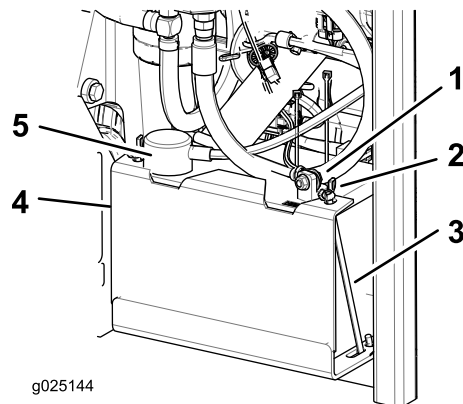

Figura 47
3. Desligue o cabo negativo (preto) da bateria do terminal negativo (–) (preto) da bateria (Figura 47).
4. Deslize a tampa do terminal vermelho para fora do terminal positivo (vermelho) e remova o cabo positivo (+) da bateria (Figura 47).
5. Retire as porcas de orelhas que fixam os ganchos em J (Figura 47).
6. Retire o grampo (Figura 47).
1. Posicione a bateria na base com os pólos terminais no lado oposto do depósito hidráulico (Figura 47).
4. Prenda os cabos com 2 parafusos, 2 anilhas e 2 porcas de bloqueio (Figura 47).
6. Instale o grampo e fixe-o com porcas de orelhas e ganchos em J (Figura 47).